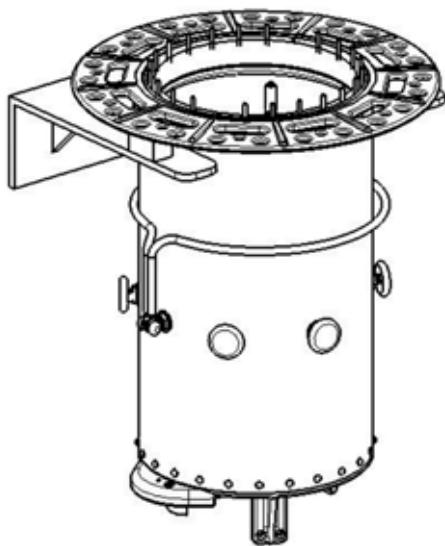

Рисунок 25 Установка устройства РПН на опорную раму
- 2) Используйте монтажное отверстие на опорном фланце, чтобы временно закрепить устройство РПН на раме. При необходимости между опорной рамой и опорным фланцем установите временные подкладки. Отрегулируйте установочную высоту устройства РПН для окончательного установочного положения. Перед опусканием колокола трансформатора необходимо удалить временные подкладки. (Рисунок 25).